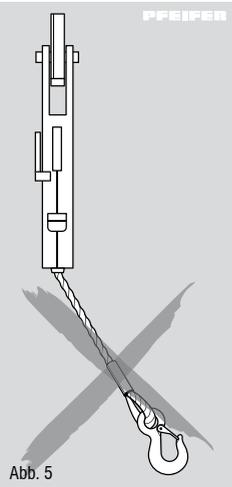

Abb. 5
- Schrägzug, d.h. seitliche Belastung auf das Gehäuse und/oder Lasthaken vermeiden (Abb. 5). Immer in einer geraden Linie zwischen beiden Haken und/oder Anschlagbolzen heben/ziehen/spannen.